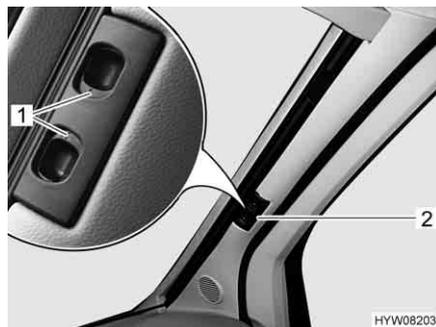

Fig. 31 Estor plegable para la luna delantera
- Empujar ambas mitades del estor plegable para la luna delantera en el tirador (Fig. 31,2) hacia afuera, hasta el tope. Al hacerlo, mover el tirador en posición horizontal en dirección a la escotadura de bloqueo.
- Dejar que engatillen los tiradores de desbloqueo (Fig. 31,1).